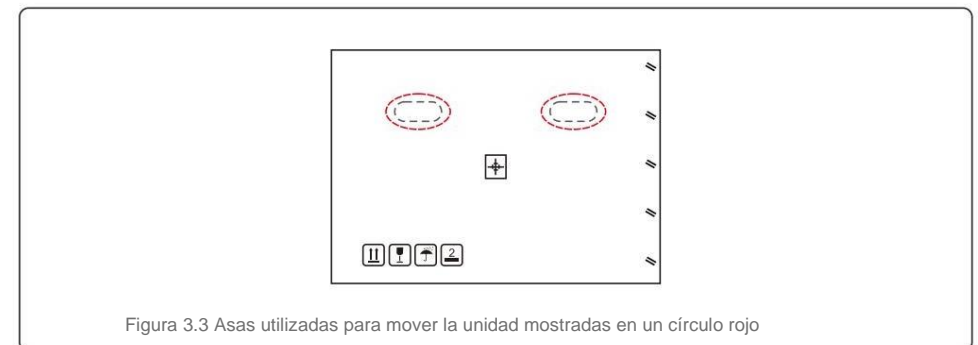

Figura 3.3 Asas utilizadas para mover la unidad mostradas en un círculo rojo
1. Los círculos rojos a continuación indican recortes en el empaque del producto. Empuje los cortes para formar las manijas para mover la unidad (vea la Figura 3.3).